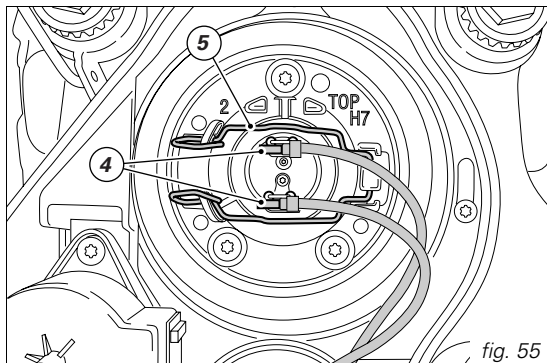

fig. 55
Libérez l'agrafe (5) de la douille en appuyant vers le bas et en exerçant ensuite une pression à ses extrémités (fig. 55).